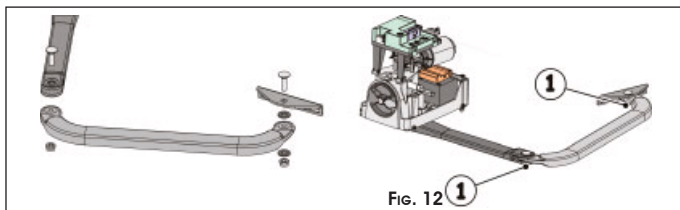

Fig. 12
- ⑦ Assemblare il resto del braccio come illustrato in Fig.12.
Per un corretto funzionamento è necessario serrare le due viti di fissaggio (Fig.12 rif.①) e successivamente allentarle di circa 1/2 giro per permettere la rotazione senza attriti dei bracci.